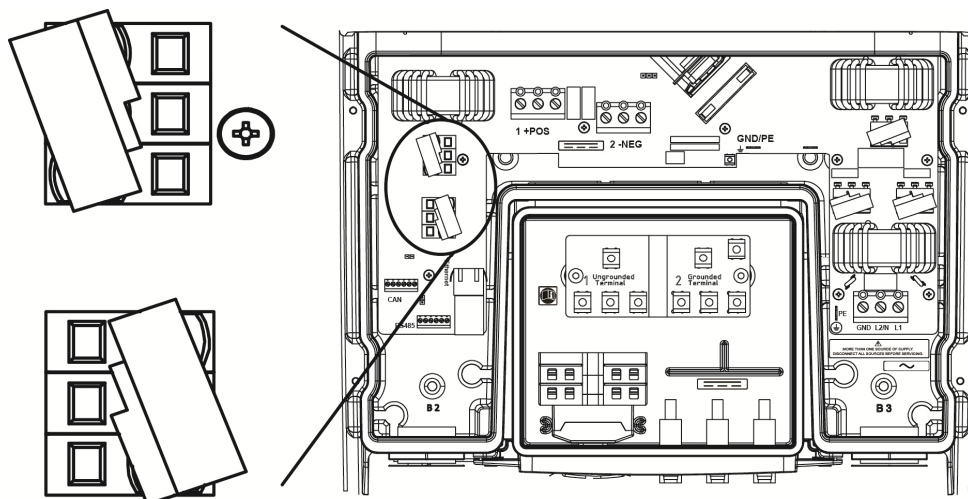

Abbildung 8.2.5: DC-seitige Varistoren
- Zur richtigen Lage der Varistoren bitte *Abbildung 8.2.5* und *8.2.6* beachten.